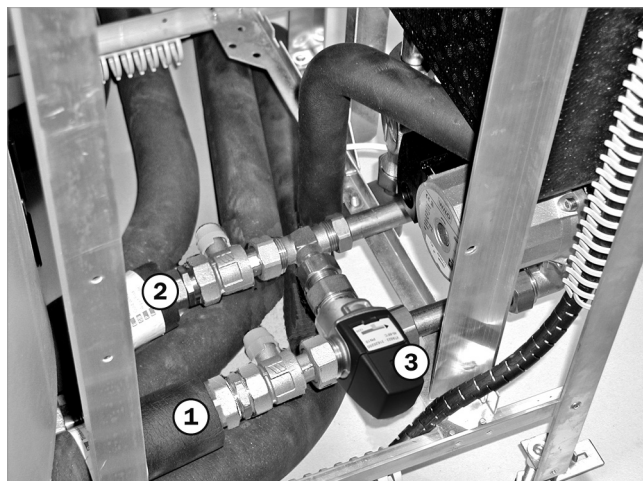

Abb. 16: Warmwasserverrohrung anschließen
Das „Thermische Mischventil“, → Abb. 16 (3), ist ab Werk voreingestellt.